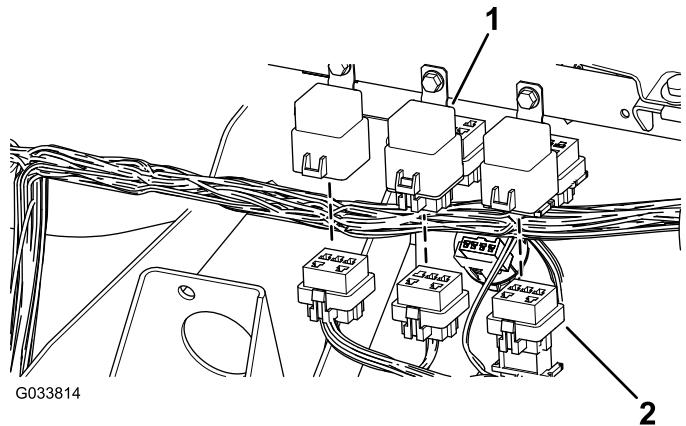

図8
2. ワイヤハーネスのコネクタを3つのリレーに接続する図8。